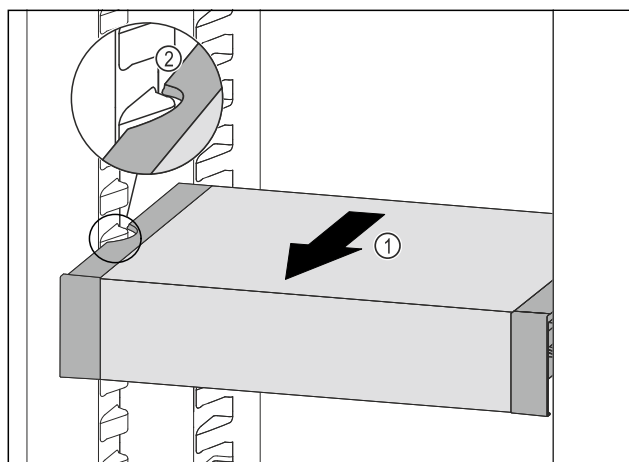

Fig. 131
- Изтеглете VarioSafe напред Fig. 131 (1), докато страничните прорези на VarioSafe се намират на височината на реброто на съда в хладилната част. Fig. 131 (2)